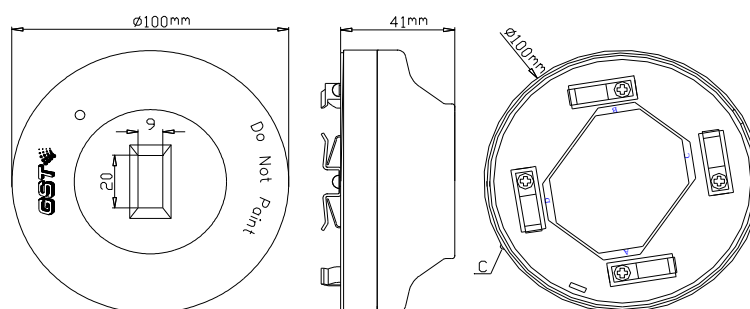

图 2 结构示意图
1. 探测器结构示意图如图 2 所示。探测器内置单片机，完成信号拾取及火警判断功能。